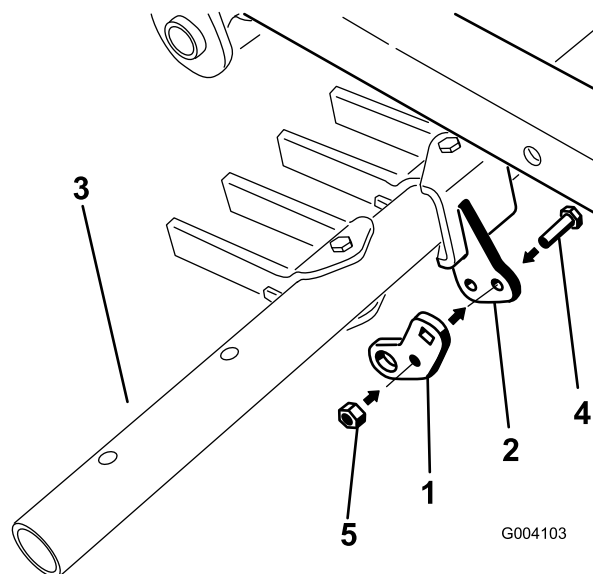

Рисунок 14
2. Свободно установите шарнирную планку, используя среднее отверстие, на шарнирный кронштейн на навесном брус, с помощью болта (5/16 x 1 дюйм) и контргайки (5/16 дюйма) (Рисунок 14).